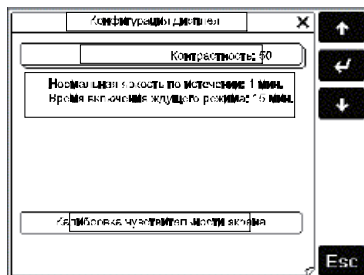

Fig. 6
См. рис. 6, раздел “Экранные формы” в конце настоящего документа.
5. Нажмите клавишу “Setup”: На экран будут последовательно выведены несколько форм. См. Рис. 6 раздела “Экранные формы” в конце настоящего документа.